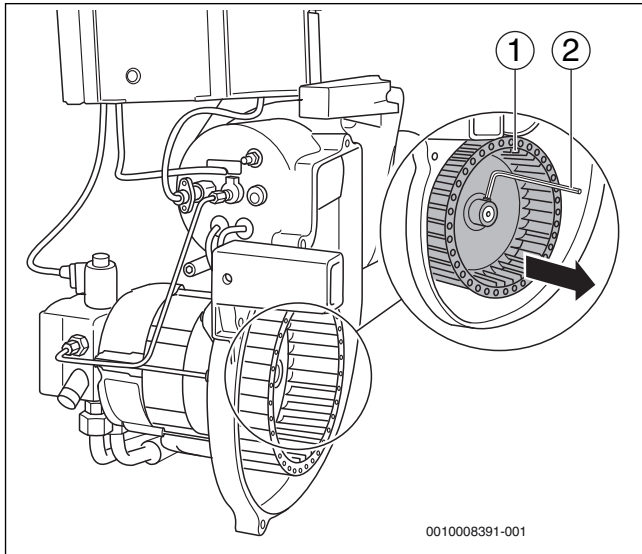

Fig. 31 Comprobación y, dado el caso, limpieza de la turbina del ventilador
- ▶ Suelte la turbina del ventilador (→fig. 31, [1]) con una llave Allen (→fig. 31, [2]) y sáquela del eje.
- ▶ Monte nuevamente la turbina del ventilador (→fig. 31, [1]).